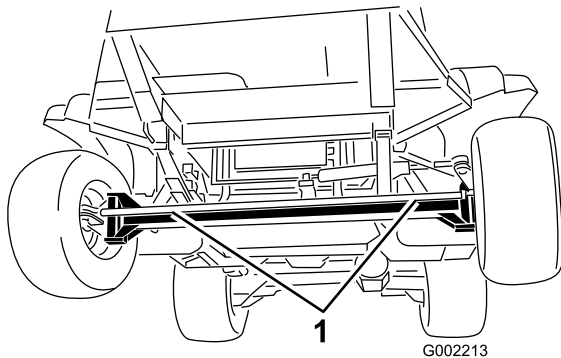
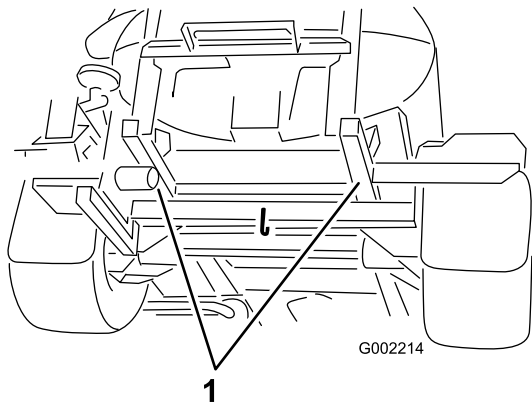

图53
图54
2. 将拖绳系在机架上请参照图53和图54中的前、后拖曳点。